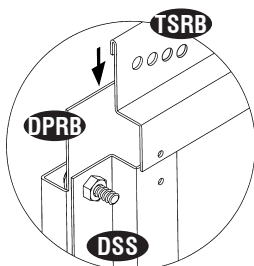

Fig.1
4. Fije el cubrejunta superior (TSRB) al panel puerta. Compruebe que el borde superior de la hoja de la puerta está dentro del cubrejunta (TSRB) como se indica en fig. 1. Sujete la pieza al cubrejunta lateral (DSS) con tornillos (S1). Sujete el otro extremo del cubrejunta al panel puerta, utilizando tornillos (S1) según se indica en fig. 3.